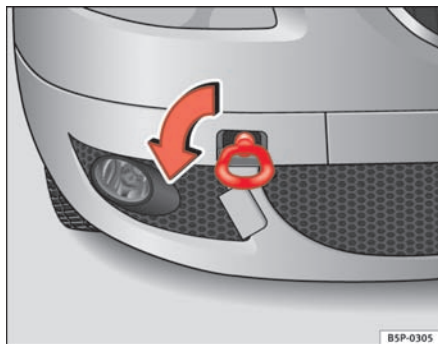
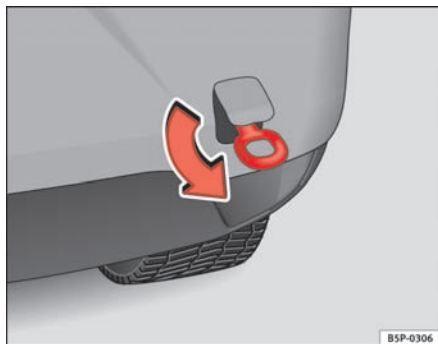

Fig. 205 Foran i højre side på bilen: montering af slæbebøje foran
Fig. 206 Montering af slæbebøje bag på bilen
- Skru slæbebøjet i hullet med gevind foran ⇒ fig. 205 eller bagpå ⇒ fig. 206. Du skal dreje det *mod uret* i pilens retning og så langt ind, som det kan komme. ■